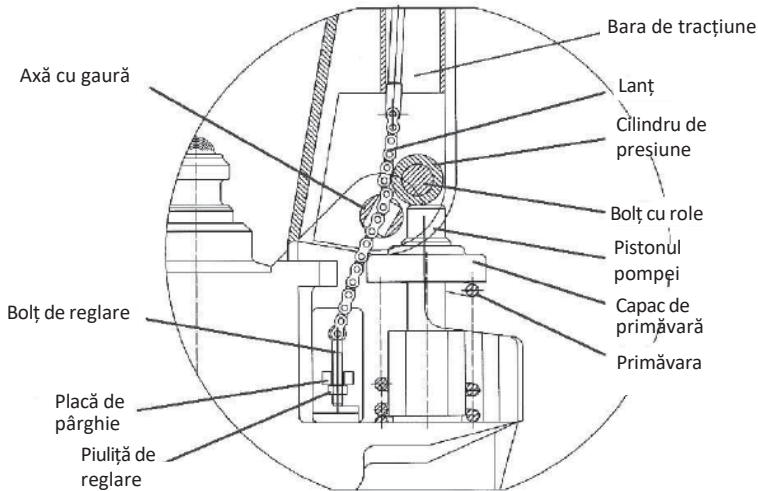

Fig. 3
- Reglați maneta de comandă a mânerului în poziția "Jos" (coborâre), apoi treceți cu mâna piulița de reglare, șurubul de reglare prin gaura axei (Fig. 3).
AVERTISMENT: Înainte de a începe să folosiți autocamionul, asigurați-vă că toate marcajele și autocolantele sunt la locul potrivit și nu sunt deteriorate (conform fig. 3). Dacă este necesar, înlocuiți autocolantele.